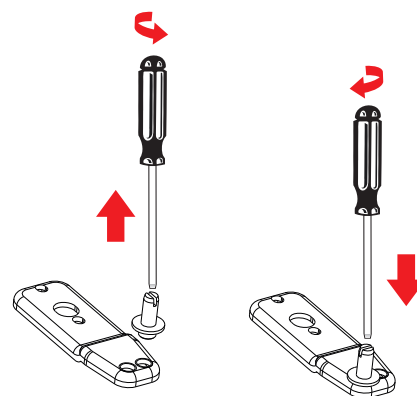

Fig. 16
- ▶ Fjern tappet for det nederste hængsel med en kærvskruetrækker, og drej tappet igen i igen i borehullet på den anden side (fig. 16).